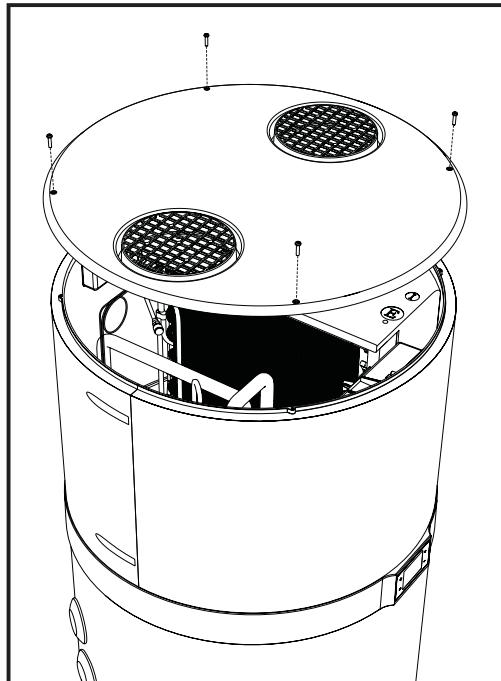

fig. 41 - Retrait du couvercle supérieur
- Retirez le couvercle supérieur en dévissant d'abord les vis de verrouillage (fig. 41).
verrouillage (fig. 41).